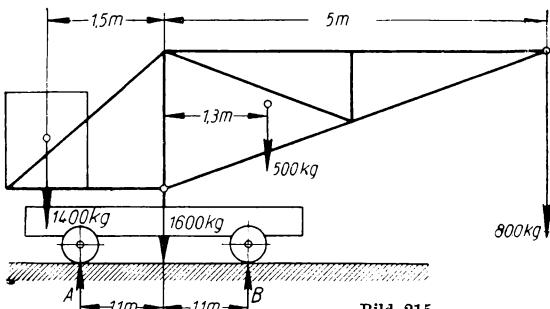

Bild 215
- 339.** Für den fahrbaren Drehkran (Bild 215) sollen die Achsdrücke A und B durch zeichnerisches Verfahren ermittelt und durch Rechnung nachgeprüft werden. Die Nutzlast am Auslegerkopf beträgt 800 kg, das Gegengewicht 1400 kg, das Eigengewicht des schwenkbaren Auslegers 500 kg, das Eigengewicht des Wagens 1600 kg.